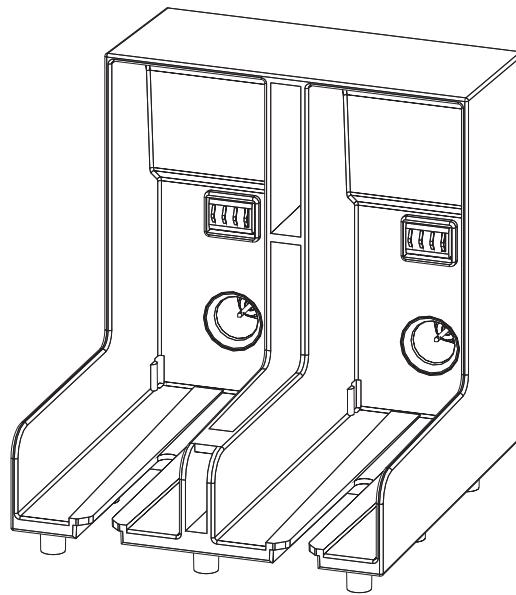

Figura 6-3: Ranura del compartimento del cartucho
- 5 Inserte el cartucho de tinta nuevo en el compartimento del cartucho de tinta alineando la clave del cartucho con la ranura de compartimento correcta (consulte la Figura 6-3 en la página 6-6).